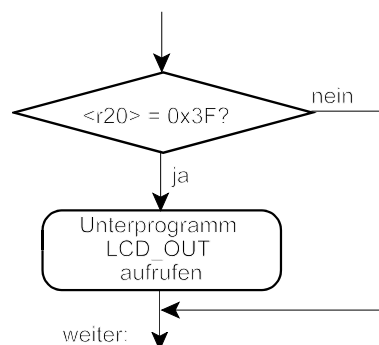

Abb. 4
11. Schreiben Sie ein Assemblerprogrammstück, das folgenden Ablauf implementiert (Abb. 4).